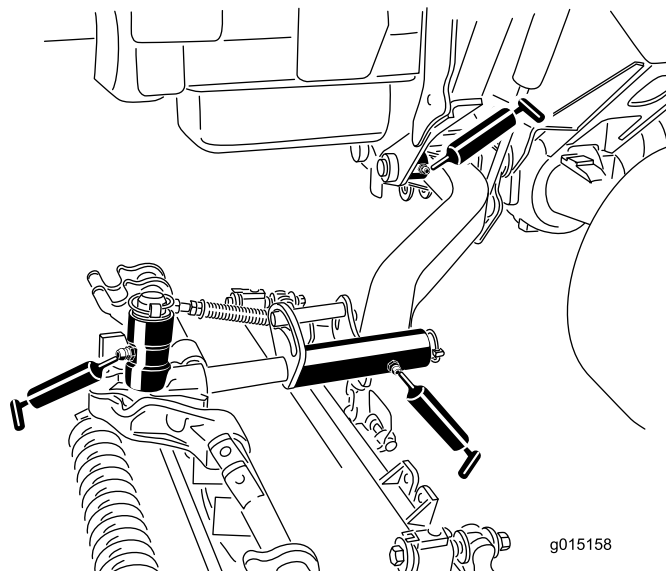

Figura 85
- Boccole girevoli (1 per piatto di taglio) del braccio di sollevamento (**Figura 85**).
- Telaio portante dell'apparato di taglio (2 per apparato) (**Figura 85**)
- Perno del braccio dell'apparato di taglio (1 per apparato) (**Figura 85**)